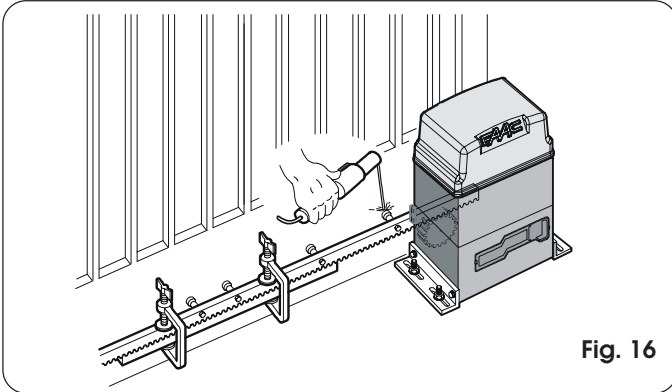

Fig. 16
- 5) Plaats een ander tandheugelelement tegen het vorige en gebruik, om de vertanding van de twee elementen in fase te brengen, een stuk tandheugel zoals aangegeven op fig.16.
- 4) Plaats een ander tandheugelelement tegen het vorige en gebruik, om de vertanding van de twee elementen in fase te brengen, een stuk tandheugel zoals aangegeven op fig. 16.